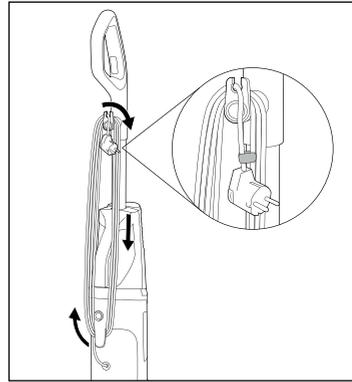

Fig. 44
- ◆ Viki strømledningen ⑪ helt om de to ledningsholdere foroven og forneden ⑩/⑫ (se fig. 44).